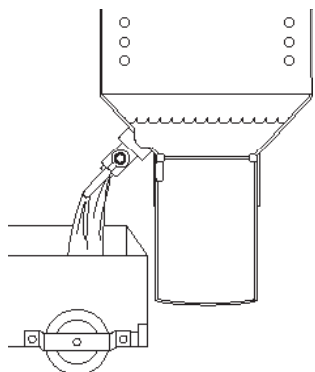

Ilustración 6
7. Abra la válvula de drenaje de la freidora y deje que la grasa para cocinar se drene en la máquina de filtrado hasta que su flujo a través de la válvula de drenaje se detenga (Ilustración 6).